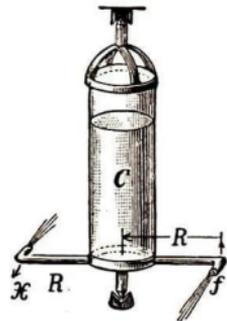

Abb. 112
3. Auf dem wirksamen Seitendruck beruht das Segnersche Wasserrad (Abb. 112). (Segner 1750.)